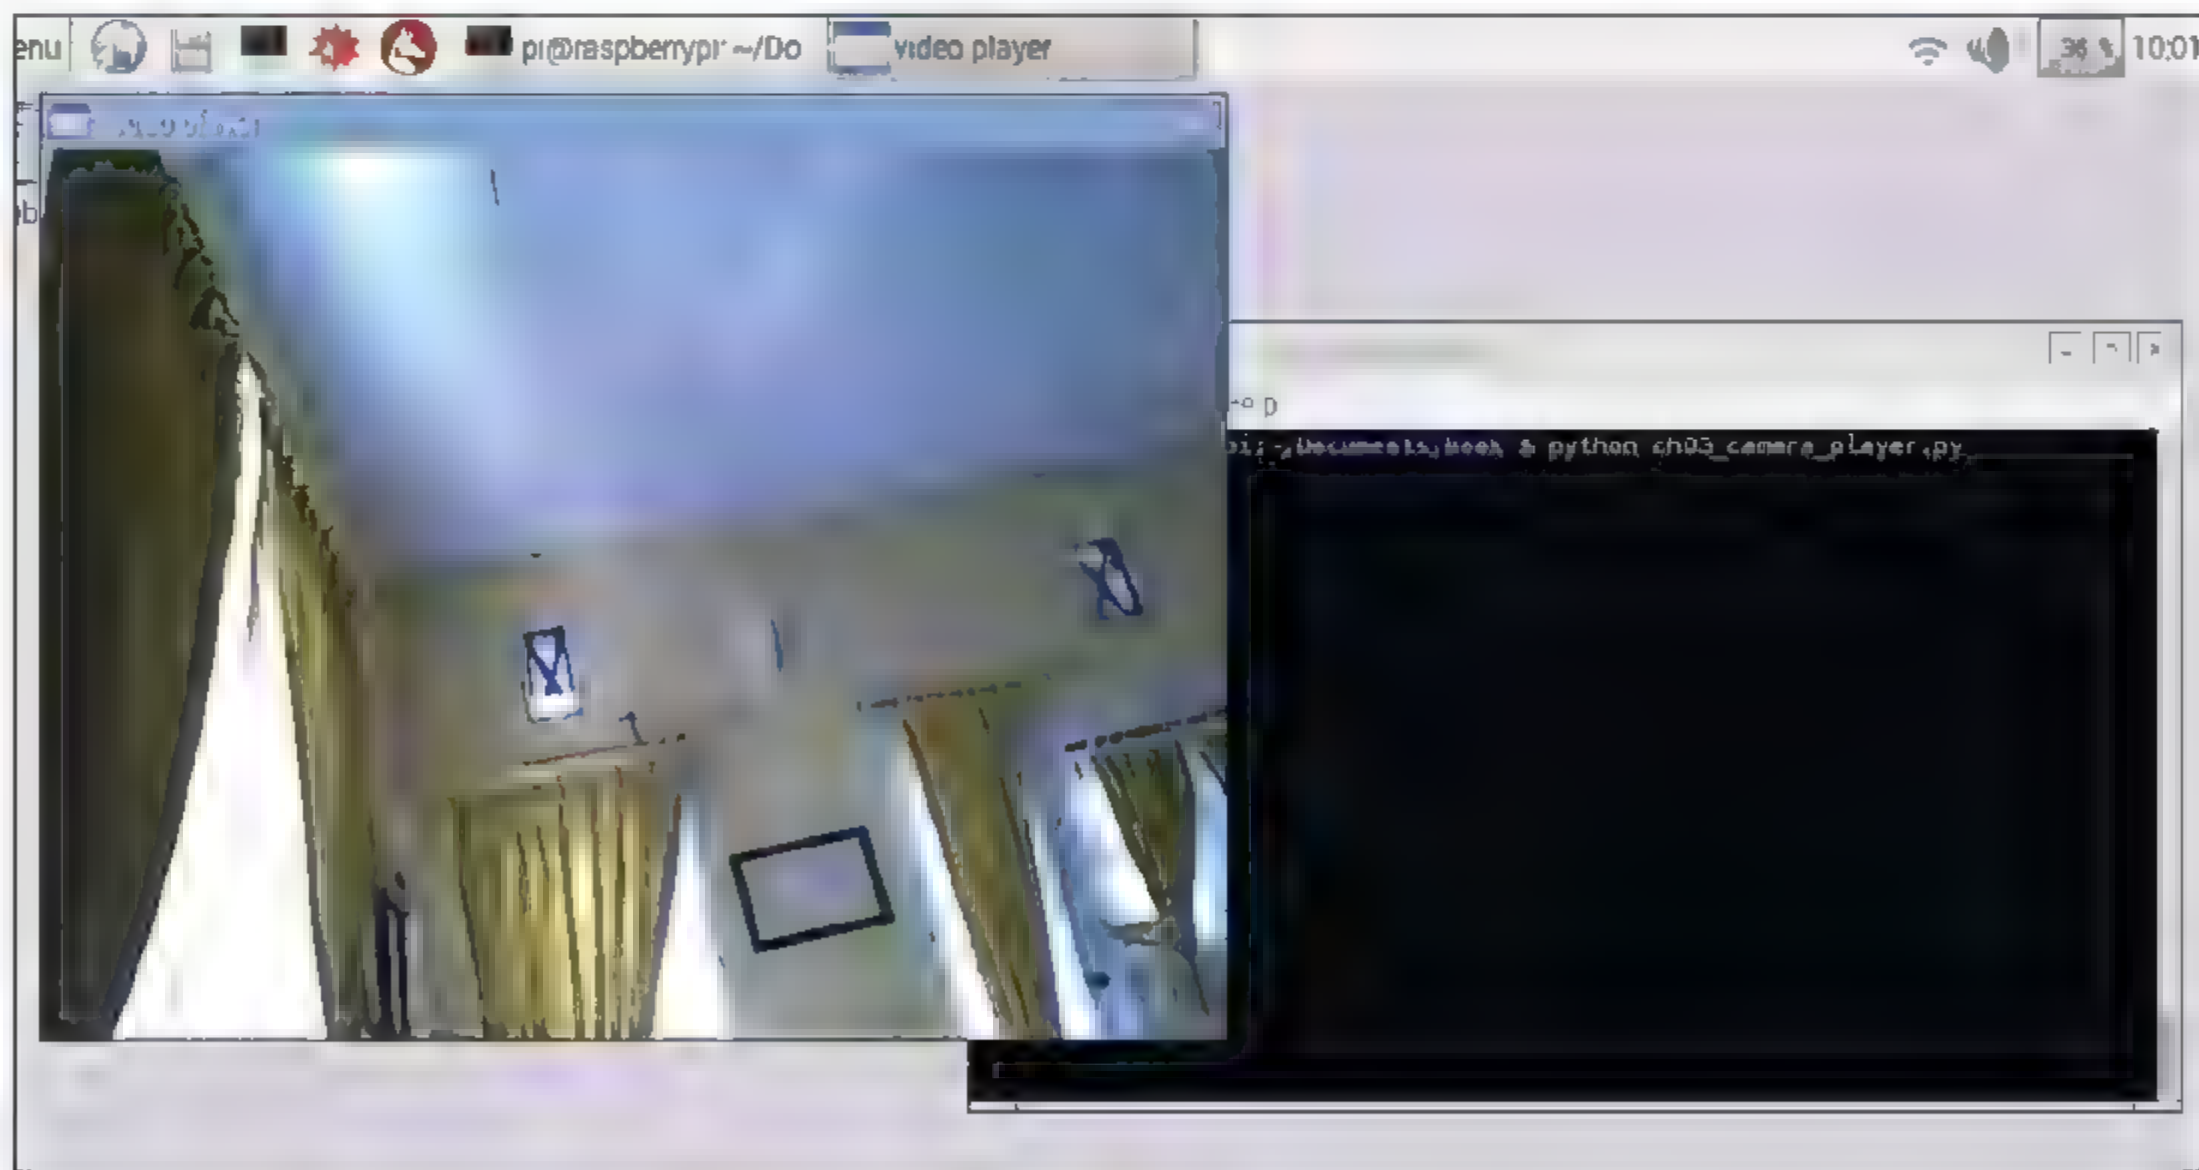

图 3-13
(6) 成功后可以看到一个对话框展示来自摄像头的视频流。图 3-13 所示是一个示例输出。